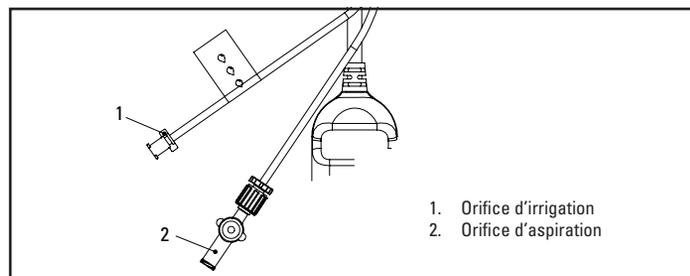

Figure 6. Orifices d'irrigation et d'aspiration
1. Connecter une source d'irrigation à l'orifice d'irrigation du cathéter numérique SpyGlass Discover en utilisant la tubulure d'irrigation (figure 6) et introduire la solution d'irrigation dans le dispositif afin de vérifier le débit et d'éliminer l'air présent dans les canaux d'irrigation.